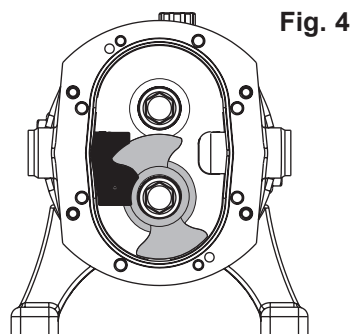

Fig. 4
6. Flyt rotorlåsen som vist på fig. 4.
7. Løsn og fjern nederste eller venstre rotorskrue (32).
8. Afmonter rotoren (35) som før ved at trække den af akslen (39) med fingrene / specialaftrækkerværktøj.